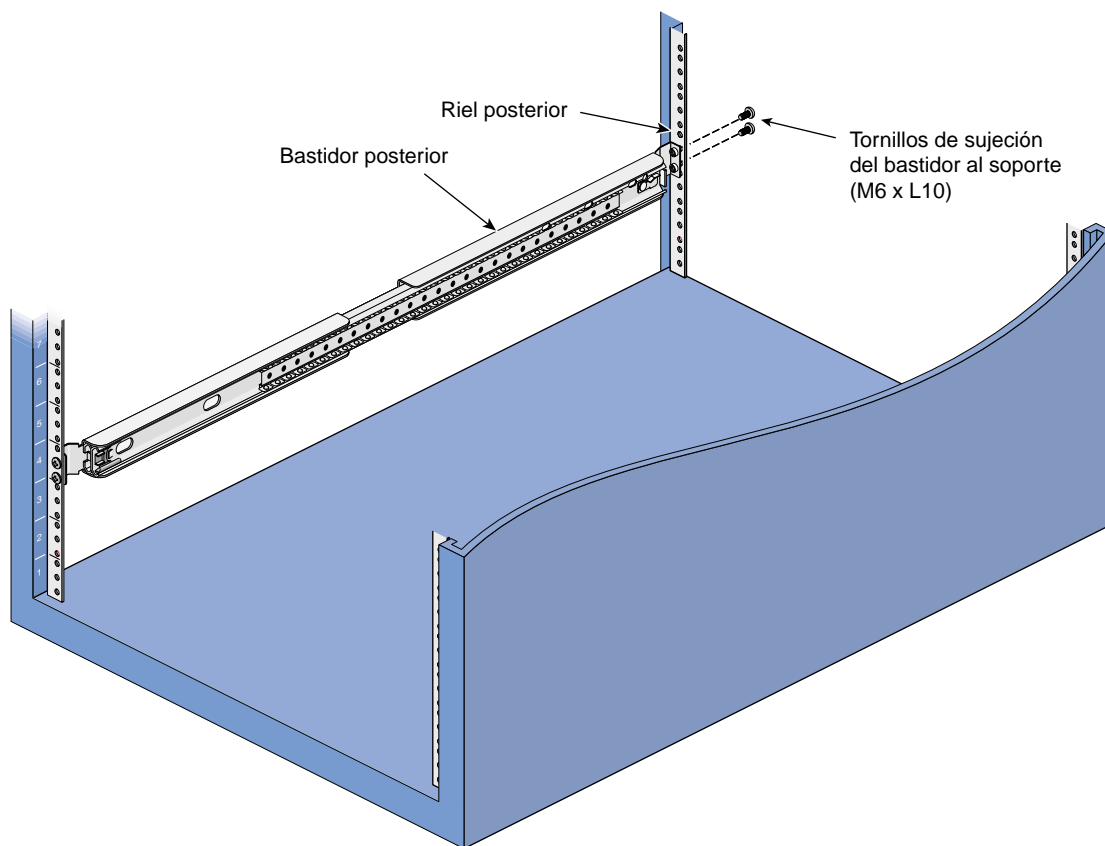

Figura 2-6 Sujeción del soporte del riel corredizo al riel posterior del bastidor
4. Utilice dos tornillos M6xL10 para fijar el soporte al riel del bastidor (consulte la Figura 2-6).